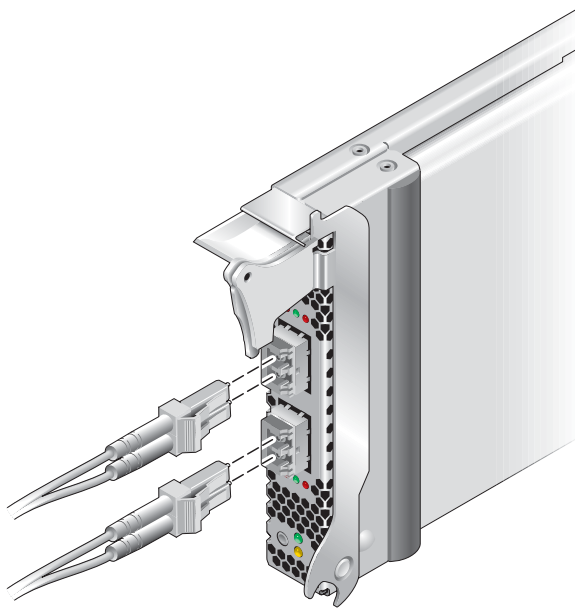

图 2-2 连接光缆
1. 将光纤电缆连接到 HBA 上的 LC 连接器 (请参见图 2-2)。